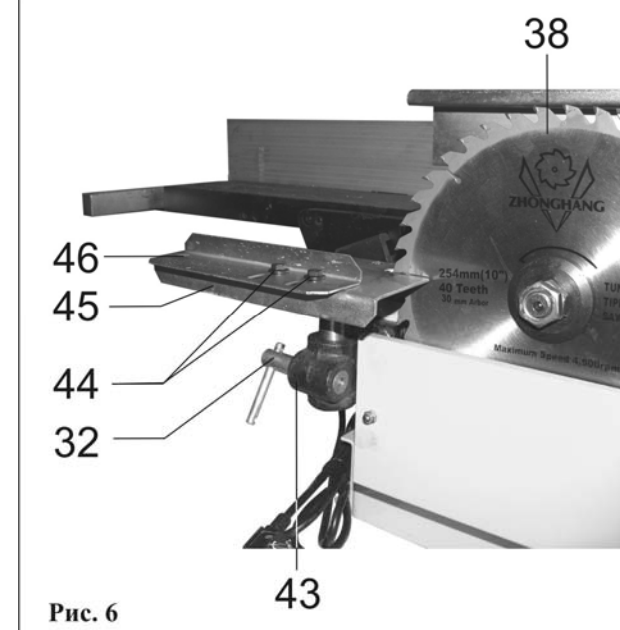

Рис. 6
8.4. Установка рабочего стола для шипорезных работ (Рис.6)
- выбранное положение направляющей планки (46) на рабочем столе (45) относительно пильного диска (38) фиксируется двумя установочными болтами (44), Рис.6.